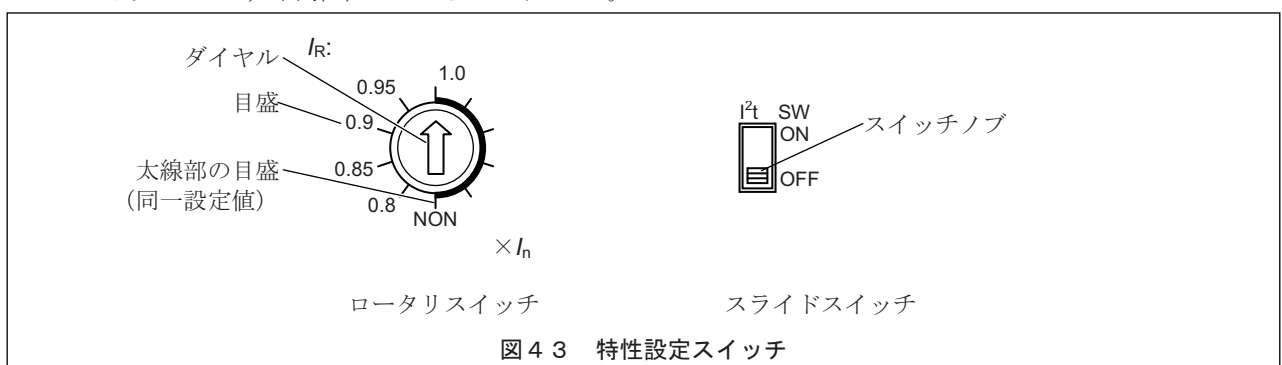

図43 特性設定スイッチ
- 3) 特性の設定は、ステップ式ロータリスイッチとスライドスイッチで行います。図43にスイッチを示します。